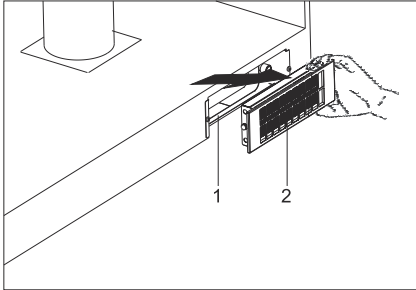

Fig. 5
Ett tillräckligt intag av frisk luft bör därför alltid säkerställas (Fig. 5).
1. ➔ Ta bort kolfiltret genom att flytta det i pilens riktning (Fig. 5).